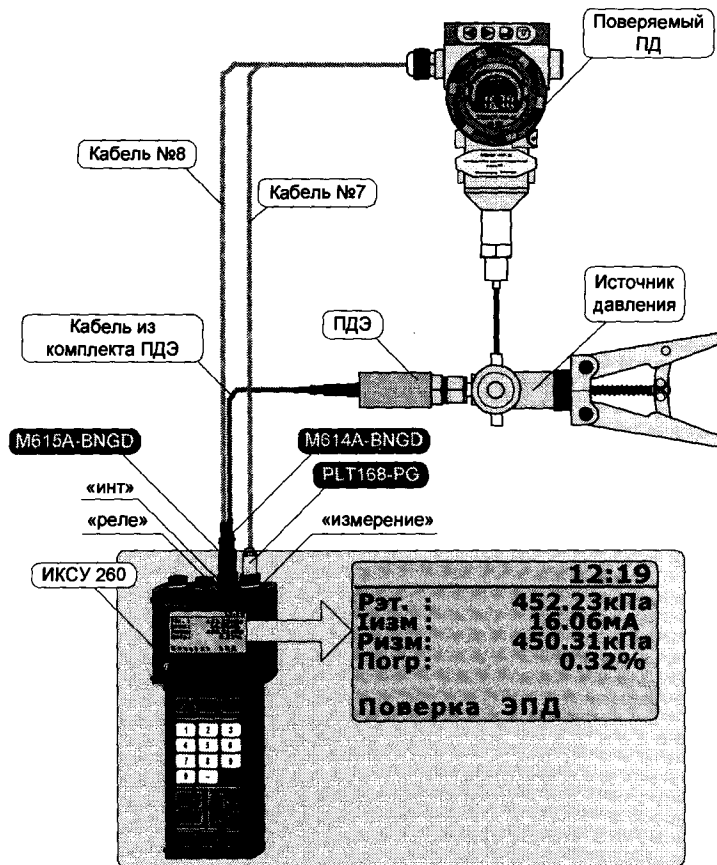

Рисунок 2.58
- В результате прибор перейдет в режим поверки ПД (см. рисунок 2.58).